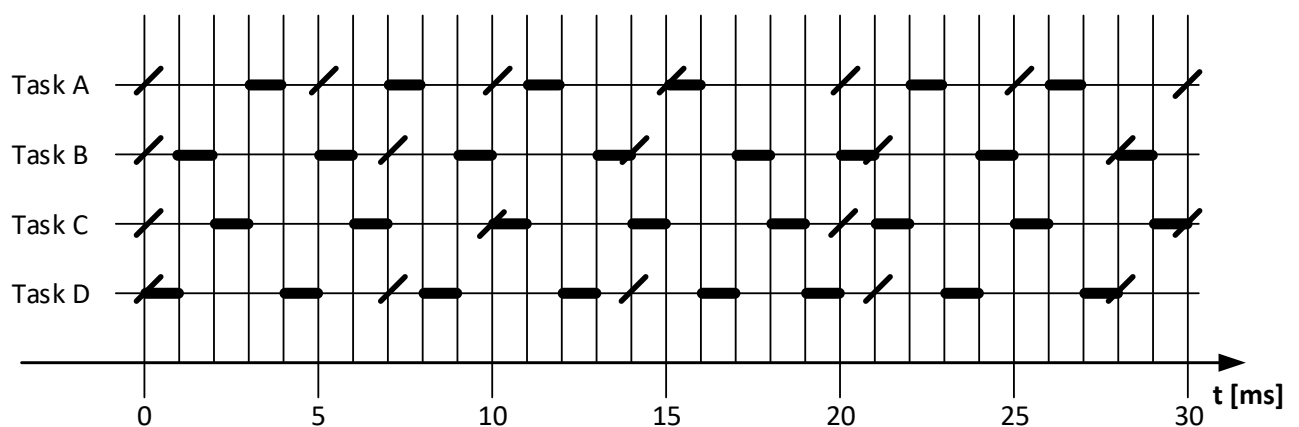

Abbildung 2: Ist-Ablauf der Tasks A, B, C und D (Zeitscheiben-Verfahren)
a) Erfüllt die Abarbeitung der einzelnen Tasks im Bereich $0 \leq t < 30$ ms gemäß Abbildung 2 die Rechtzeitigkeits-Bedingung? Wenn nein, welche Task(s) verletzt bzw. verletzt die Rechtzeitigkeits-Bedingung wann zum ersten Mal?
b) Bestimmen Sie die Auslastung des Rechenkerns bei einer Beauftragung entsprechend Abbildung 2 und Tabelle 1.